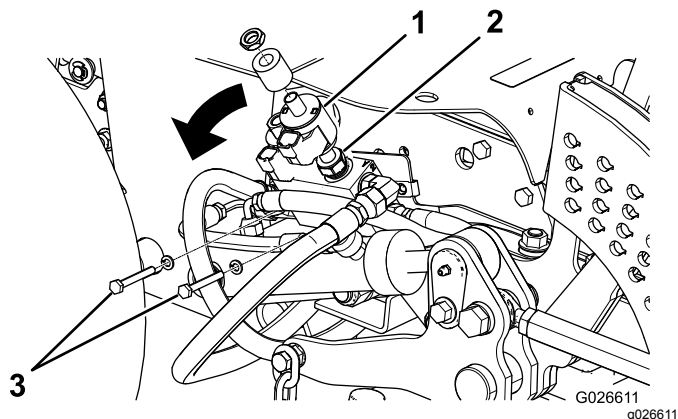

Рисунок 9
- В. Сместите катушку вверх, чтобы получить доступ к электромагнитному клапану, и осторожно ослабьте электромагнитный клапан (Рисунок 9).
- С. Выверните два болта крепления коллектора клапана подъема (Рисунок 9).
- Д. Отклоните коллектор клапана подъема наружу (Рисунок 9).